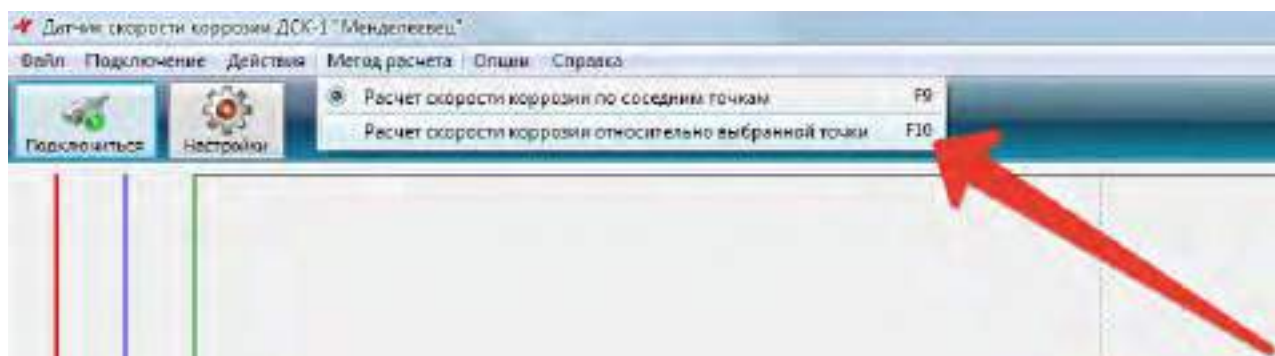

Рисунок 27 – Пункт меню «Метод расчета»
3.9.1 В программе поддерживается 2 метода расчета скорости коррозии. Переключение между методами происходит с помощью пункта меню «Метод Расчета» (рисунок 27) и клавишами F9 и F10.